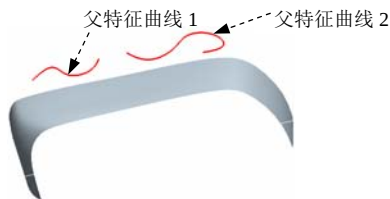

图 10.2.19 选择父特征曲线
Step7. 选择父特征曲线。在系统  选择曲线以放置到曲面上. 的提示下, 按住 Ctrl 键, 选取图 10.2.19 所示的两条曲线。